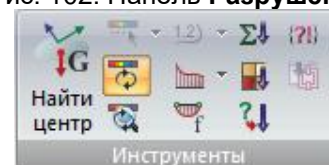

Рис. 103. Панель **Инструменты**
- **Инструменты** (рис.103) - основные инструменты для настройки режима графического отображения схемы, а также функции по дополнительному анализу результатов.